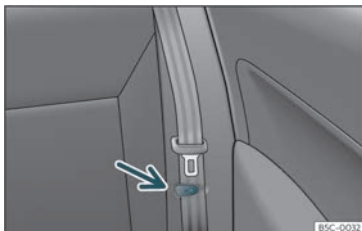

Fig. 101 Seient posterior: pinça per a subjectar el cinturó de seguretat.
- Poseu els cinturons de seguretat laterals a la pinça del revestiment»» fig. 101.